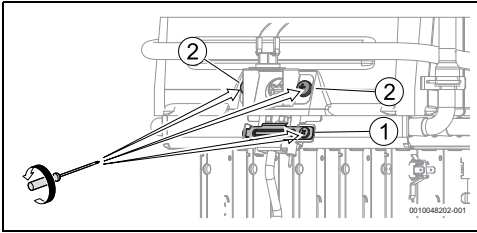

Fig. 19
- ▶ rimuovere la vite che fissa il raccordo del bruciatore di accensione, fig. 19, [1].
- ▶ Rimuovere le viti che fissano il raccordo del dispositivo di controllo per lo stato della camera di combustione, fig. 19, [2].